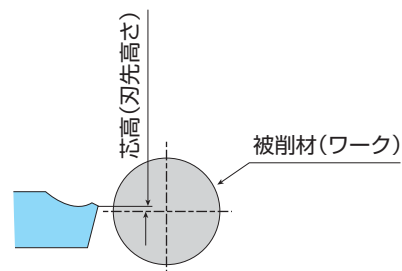

図3 (TKN, TK θ 型)
- TKN, TK θ 型の刃先高さは、0.1~0.2mm程度芯高に設定して下さい(図3)。他の工具は芯に合わせて下さい。